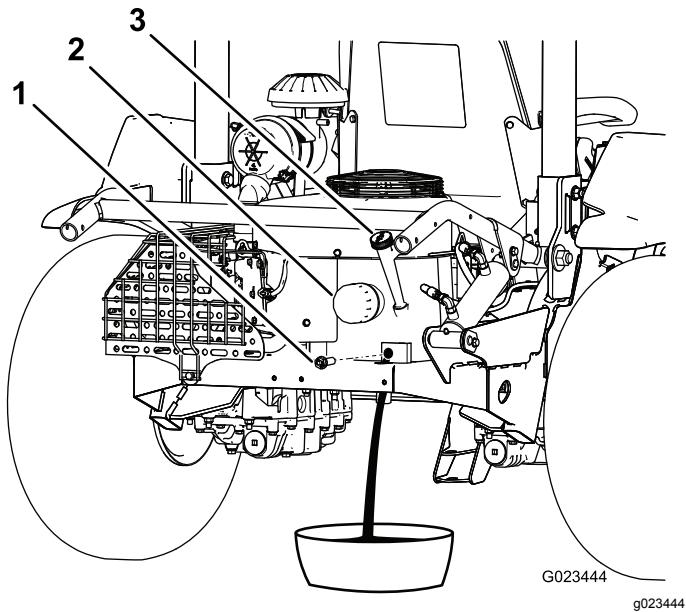

Figura 39
- Togliete il tappo di spurgo (Figura 39) e lasciate defluire l'olio in un contenitore adeguato. Quando l'olio cessa di defluire, rimontate il tappo.